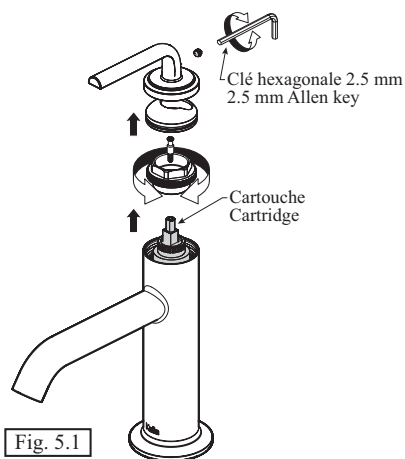
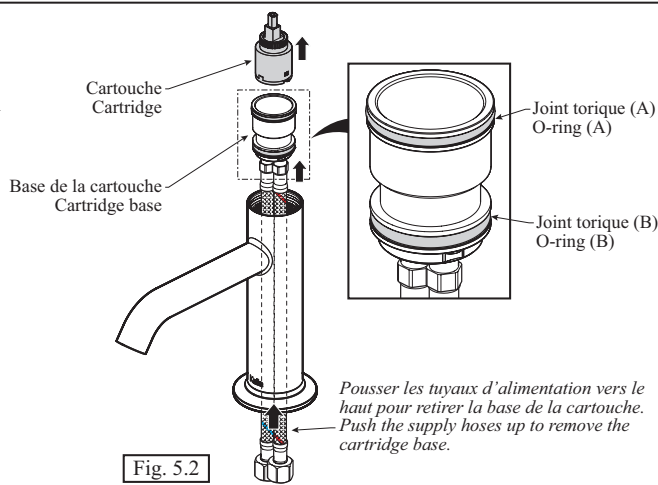

Fig. 5.1
Fig. 5.2
- Nettoyer les **joints toriques A** (fuites sous la manette) ou **B** (fuites sur le comptoir) (fig. 5.1 et fig. 5.2).
- Changer la **cartouche** si elle est endommagée (fig. 5.1).
- Clean the **cartridge o-rings A** (leaks under the handle) or **B** (leaks on counter) (fig. 5.1 and fig. 5.2).
- Replace the **cartridge** if damaged (fig. 5.1).